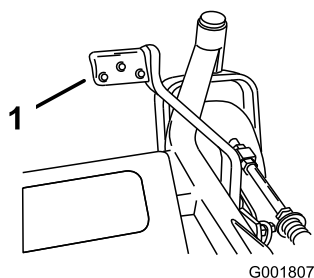

Figura 26
2. Presione la palanca de elevación asistida mientras tira hacia arriba de la palanca de ajuste de la altura de corte (Figura 26).